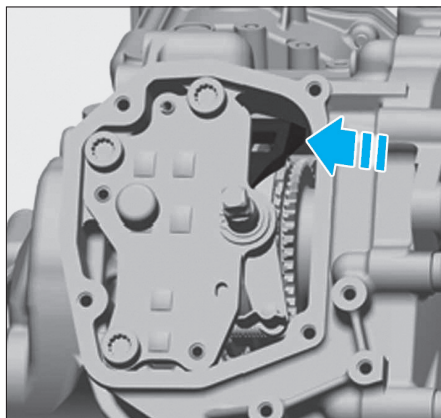

Fig. 21
- Repousser sur le côté la fourchette à travers l'orifice (Fig.21), pousser vers la gauche dans le sens de la marche.